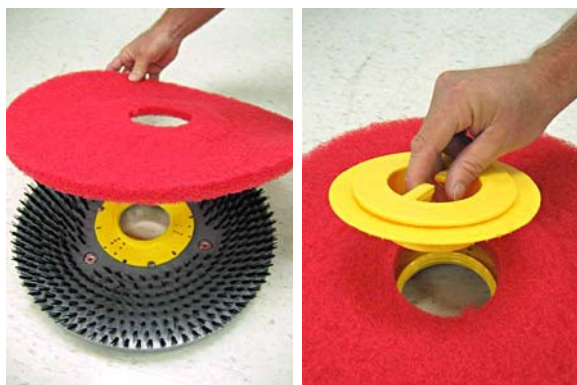

図 9
3. パッドをパッドドライバーに取り付け、センターロックで固定してください(図 9)。